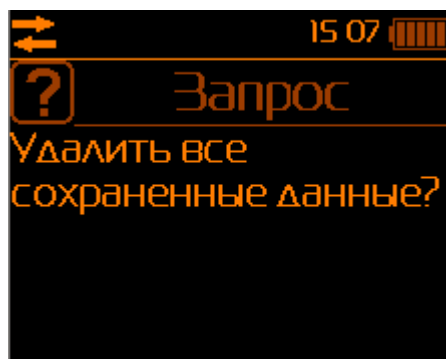

Рис.24 – Запрос подтверждения удаления всех данных при выборе меню «Очистка»
2.7.2. Удаление всех результатов измерений из памяти блока отображения информации осуществляется выбором пункта «Очистка» в меню Настроек. Происходит **одновременное удаление всех** результатов измерения температуры, влажности, скорости воздуха и дополнительных параметров микроклимата, хранящихся в памяти БОИ-01. Для предотвращения случайного удаления данных на дисплей выводится информация для подтверждения действий оператора (рис.24).